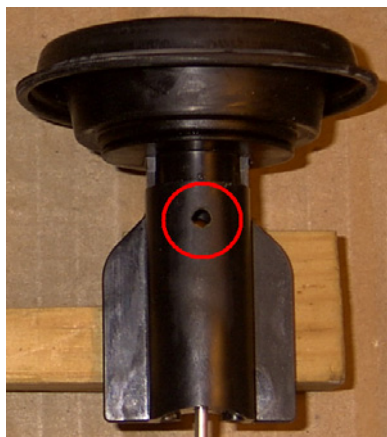

Bild 1
2. In den Gasschiebern müssen die 4mm Borungen geschlossen werden. (Bild 1)